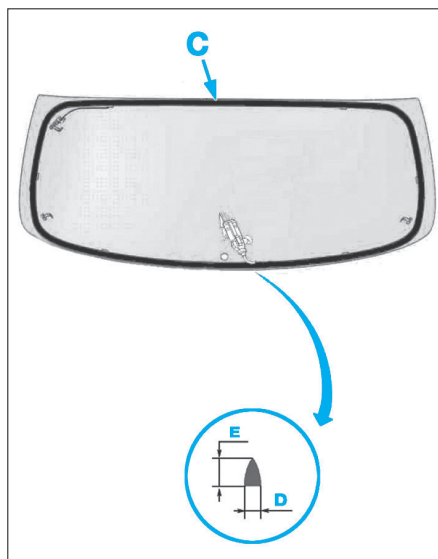

FIG. 40
- Préparer la buse en la coupant avec un diamètre (D) de 8 mm (Fig.40).